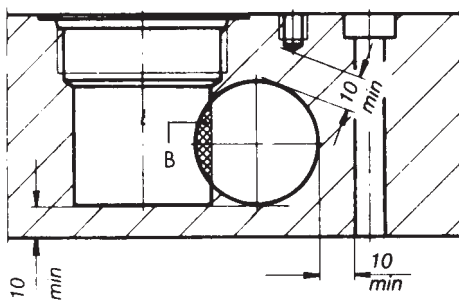

Bild 12.2
- Überdeckung "B" der Verbindungsbohrung (siehe Bild 12.2) sollte mindestens 5 % des Querschnitts der größten Bohrung betragen bzw. mind. 1,5 cm. Bohrungsdurchmesser muss mindestens 6 mm betragen.